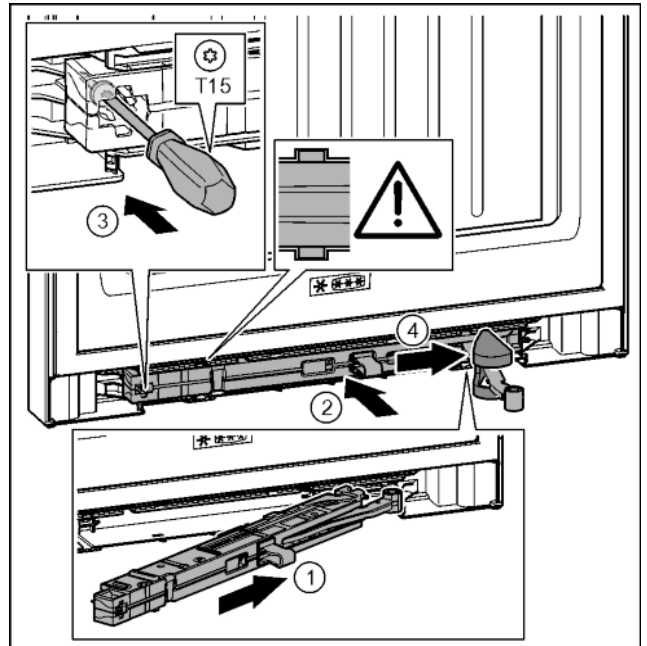

Fig. 42
- ▶ Schließdämpfereinheit auf der Lagerbockseite bis zum Anschlag schräg in die Aussparung einschieben. *Fig. 42 (1)*
- ▶ Schließdämpfereinheit vollständig in Aussparung schieben. *Fig. 42 (2)*
- ▶ Schraube mit einem Schraubendreher T15 festschrauben. *Fig. 42 (3)*
- ▶ Abdeckung über Gelenk schieben. *Fig. 42 (4)*